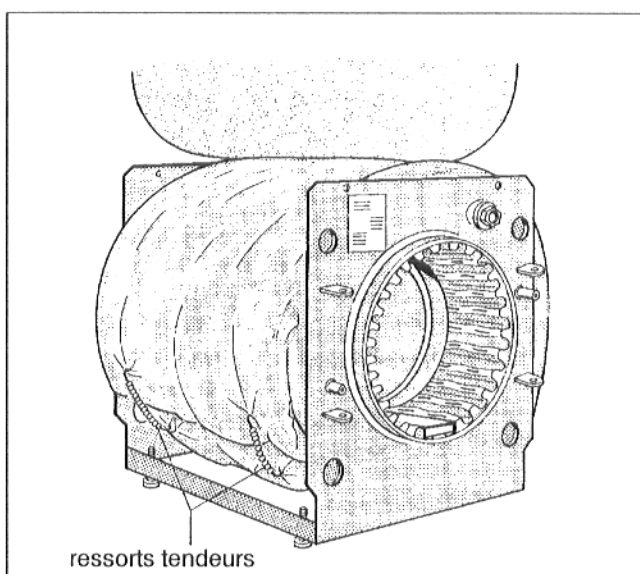

Fig. 4
- Fixer le matelas calorifuge à l'aide de deux ressorts tendeurs (Fig. 4).